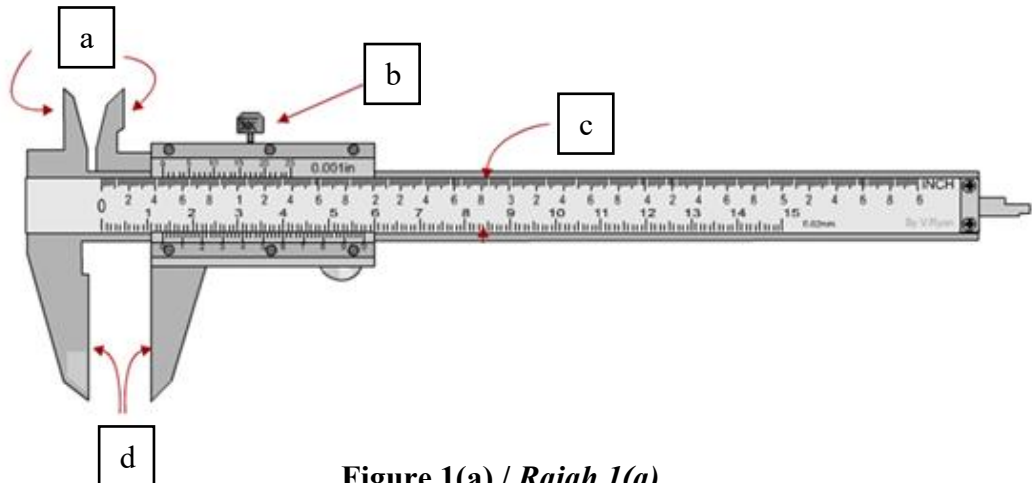

Figure 1(a) / Rajah 1(a)
- (a) Name the **FOUR (4)** parts of the vernier caliper as shown in **Figure 1(a)**.
*Namakan **EMPAT (4)** bahagian angkup vernier seperti ditunjukkan dalam **Rajah 1(a)**.*
- i. Write **SIX (6)** processes in **Figure 1(c)** that can be done on drilling machine.
*Tuliskan **ENAM (6)** proses pada **Rajah 1(c)** yang boleh dilakukan pada mesin penggerudian.*